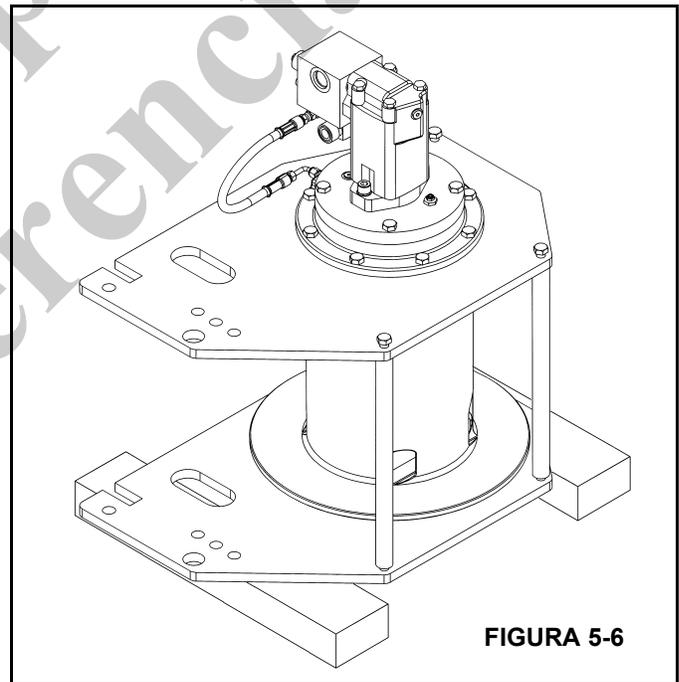

FIGURA 5-6
1. Apoye el malacate sobre su extremo, con el motor hacia arriba. Coloque bloques debajo de la placa lateral de manera que el peso del malacate no se apoye sobre el eje (Figura 5-6).
2. Inspeccione el tambor de cable (5) para verificar su integridad estructural y reemplácelo de ser necesario.
3. Fije el eje (32) a la placa lateral (29) usando los seis pernos (3). Compruebe que el registro (30) quede debidamente orientado. Apriete los pernos a un valor de 100 a 110 lb-pie.
4. Instale el anillo retenedor (48) en el eje (32).
5. Coloque la unidad sobre el suelo con las varillas (2) orientadas hacia arriba. Sostenga la placa lateral (29) con bloques (Figura 5-6) de modo que el malacate no esté apoyado sobre el eje (32).
6. Coloque el tambor de cable (5) sobre el eje (32) y asiente el tambor sobre el cojinete (28). Procure no dañar el sello (7-4).
7. Instale el grupo de planetarios de salida (4).
8. Instale el engranaje solar de salida (16) en el grupo de planetarios de salida.
9. Instale la arandela de empuje (6) en el grupo de planetarios de salida.
10. Instale el grupo de planetarios de entrada (36) en el tambor. Asegúrese que encaje sobre el engranaje solar de salida (16).
11. Instale el engranaje solar de entrada (8) y la arandela de empuje (6) en el grupo de engranajes planetarios de entrada.
16. Instale un anillo "O" nuevo (7-2) en la superficie del motor y vuelva a instalar el conjunto de motor/válvula equilibradora. Vuelva a conectar la manguera (46).